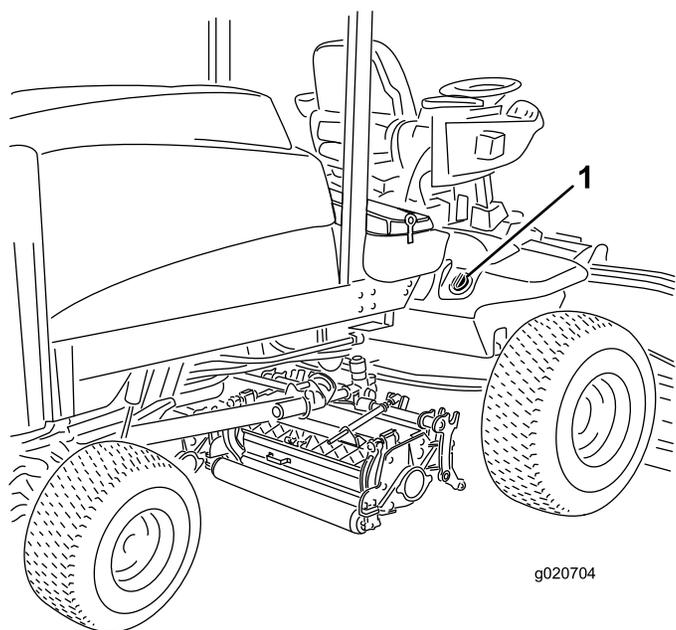

Bild 37
2. Reinigen Sie den Bereich um den Füllstutzen und den Deckel des Hydraulikbehälters (Bild 37).